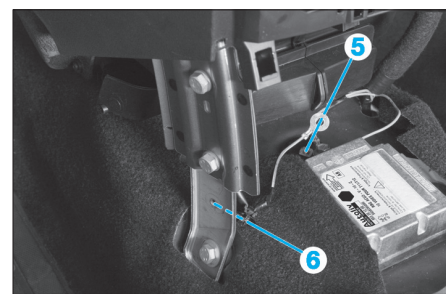

Fig. 17
- les vis Torx de 20 (4),
- Dégager le faisceau en déposant la vis hexagonale de 10 (5) et l'agrafe (6) (Fig.17).